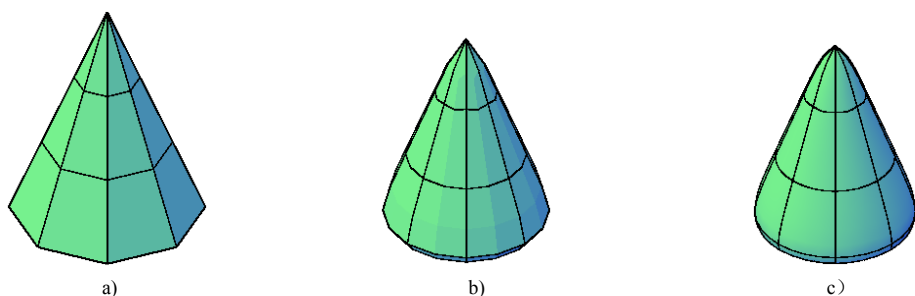

图 5-2 网格对象的平滑度
1) 网格对象的平滑度对其显示效果影响极大，图 5-2 是在系统的默认设置下，圆锥的平滑度级别分别是“无”、“级别 1”和“级别 2”的效果。